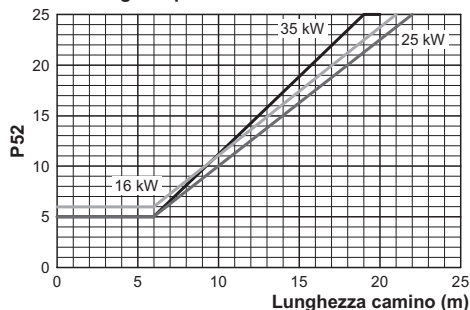
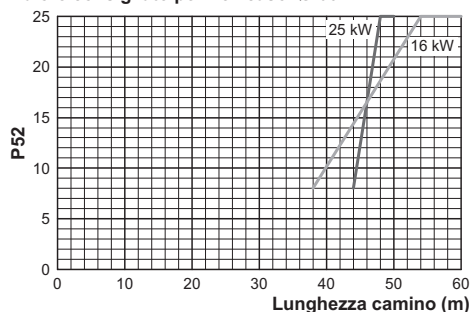

Figura 5.22
Figura 5.26
- Utilizzando i tasti 12 o 14 è possibile modificare il valore del parametro 52 da 00 a 25 (da Figura 5.22 a Figura 5.26).